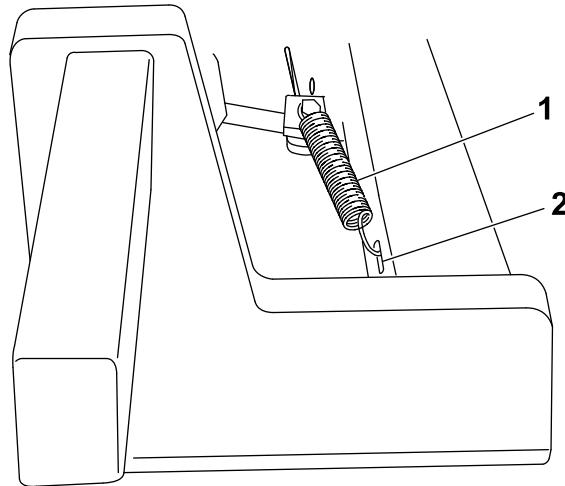

Figura 4
- Retire las chavetas de los pernos que sujetan los tirantes de los frenos y las horquillas, y deseche las chavetas. Sin retirar el perno, instale el extremo corto del muelle en el taladro del perno para sujetar las piezas entre sí. Enganche el otro extremo de los muelles en los taladros alargados de los brazos de elevación (Figura 4).